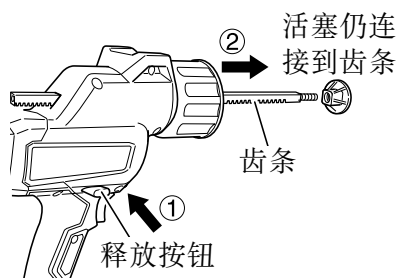

图 13
- (3) 在按下释放按钮解除锁定的同时，将机架从主体前侧拉出。(图 13)